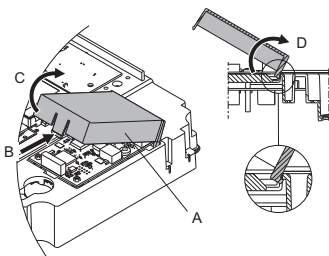

Рис. 61 Снятие крышки модуля СИМ
2. Снимите крышку (рис. 61, А) модуля СИМ, нажав на стопорный выступ (рис. 61, В) и приподняв конец крышки (рис. 61, С). Затем снимите крышку с защёлки (рис. 61, D).